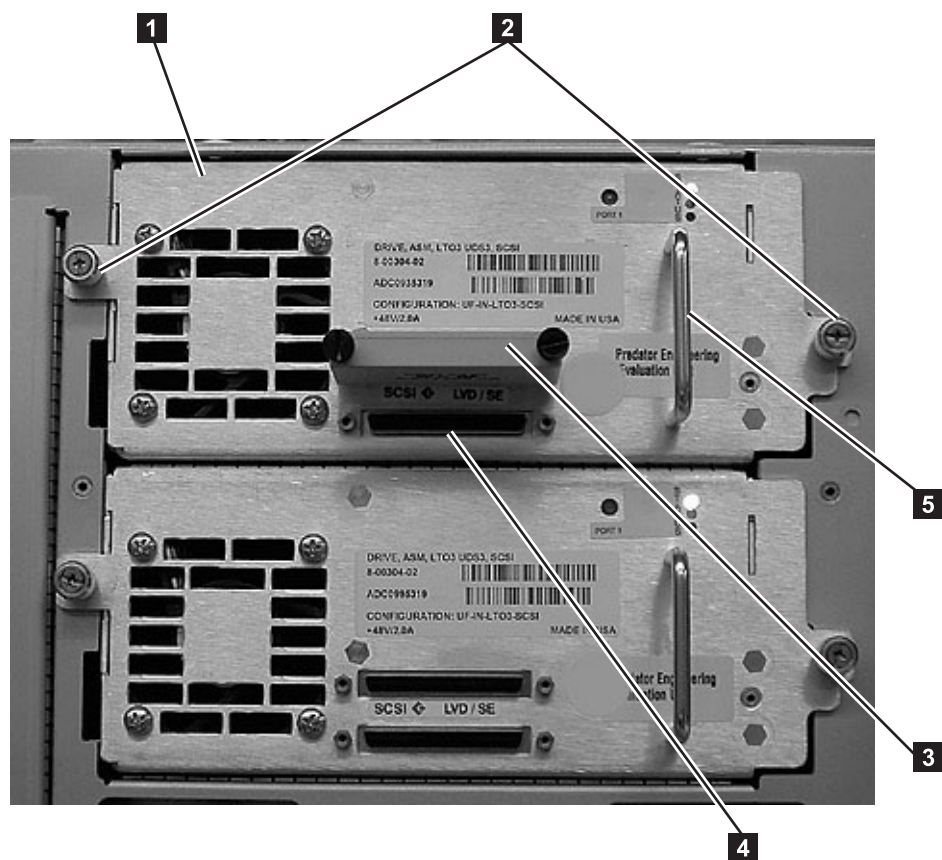

Figura 3-9. Gaveta de Unidade SCSI (detalhe)
1. Solte os dois parafusos de aperto manual (**2** na Figura 3-9) que prendem a gaveta de unidade no lugar, girando-os no sentido anti-horário.
2. Para remover a gaveta de unidade, segure a alça (**5** na Figura 3-9) e puxe-a lentamente em sua direção, enquanto apoia a gaveta de unidade pelo lado de baixo.